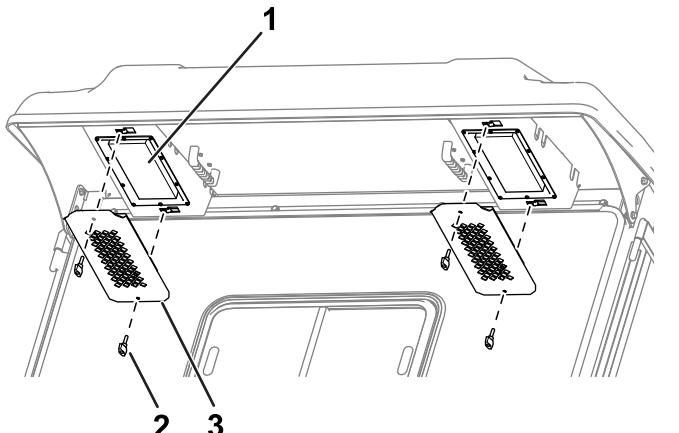

図 118
- 後方のオーバーハング部からノブと格子を取り外す図 118。
4. フィルタをキャブに取り付け、格子とノブで固定する図 118。